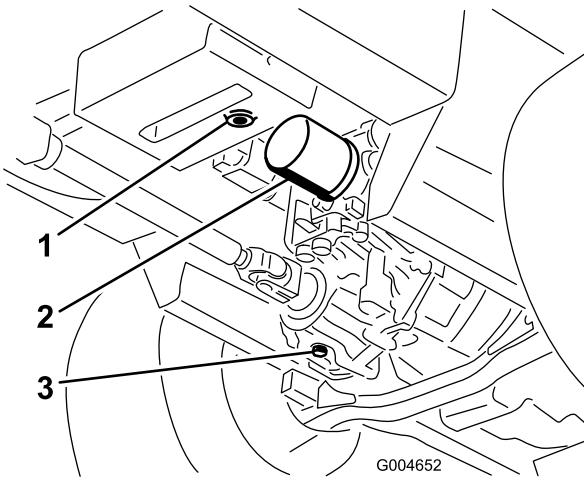

Bild 64
3. Stellen Sie eine große Wanne unter den Hydraulikbehälter und das Getriebe und nehmen Sie die Schrauben ab. Lassen Sie die Hydraulikflüssigkeit ablaufen (Bild 64).
- 4. Reinigen Sie den Bereich um den Hydraulikölfilter und nehmen Sie den Filter ab (Bild 64).